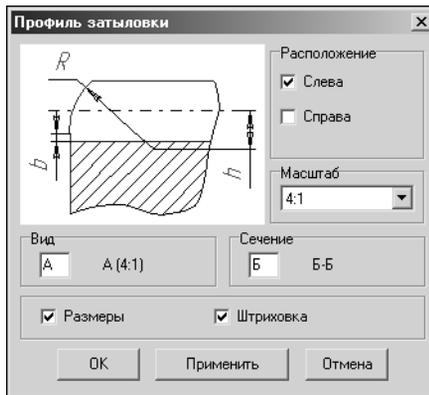

Рис. 4.47.
3. В раскрывшемся списке выберите команду **Профиль затыловки**. Откроется одноименное командное окно (рис. 4.47).